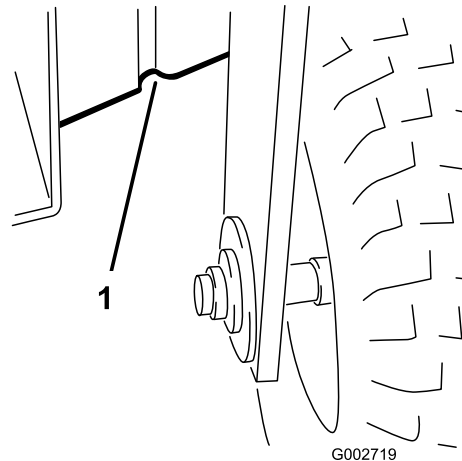

Figura 18
- Parte da frente debaixo da estrutura atrás da roda dianteira (Figura 18).